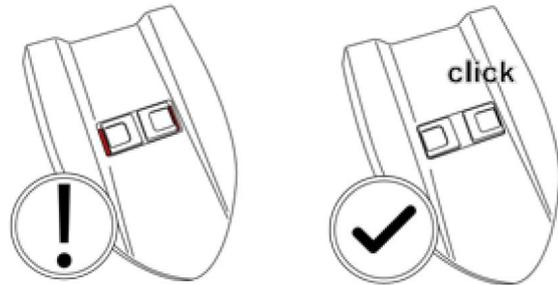

Abb. 13: Einrasten des Schmutzwasserdeckels
Der Deckel ist korrekt eingerastet, wenn die rote Markierung (links, Abb. 13) auf der Entriegelung nicht mehr zu sehen ist
- Drücken Sie vorsichtig Deckel nach unten, bis die Entriegelung nach außen federt und die Oberseite des Schmutzwassertanks einrastet (rechts, Abb. 13)